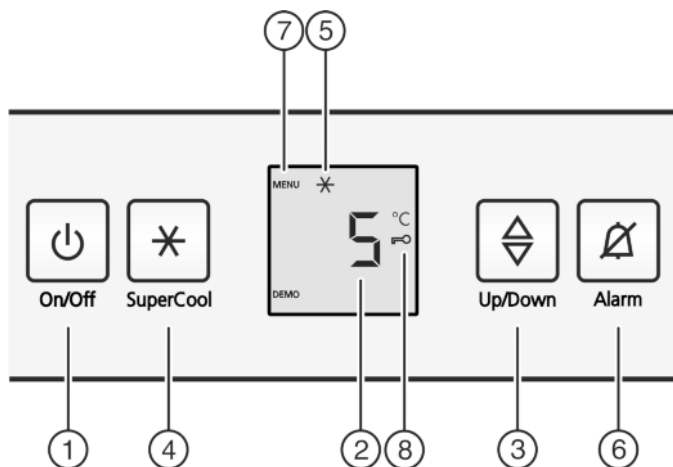

Fig. 2
- ▶ Натисніть клавішу On/Off. Fig. 2 (1).
- ▶ натисніть кнопку «SuperCool» Fig. 2 (4) і утримуйте її приблизно 5 секунд.
- ▷ На індикаторі відображається символ «Меню» Fig. 2 (7).
- ▶ Для підтвердження натисніть і відпустіть кнопку «SuperCool» Fig. 2 (4).
- ▷ На індикаторі світиться символ «Захист» Fig. 2 (8).
- ▶ Натисніть і відпустіть клавішу «On/Off». Fig. 2 (1).
- ▶ натисніть сигнальну клавішу Alarm Fig. 2 (6).
- ▶ Виклик функції регулювання температури: натисніть кнопку настройки Fig. 2 (3).
- ▶ Зміна значення температури на 1 °C: натискайте кнопку настройки Fig. 2 (3), доки на індикаторі температури не висвітиться потрібна температура.
- ▶ натисніть і швидко відпустіть клавішу SuperCool Fig. 2 (4).
- ▷ Світиться символ SuperCool Fig. 2 (5).
- ▷ Вимикається символ SuperCool Fig. 2 (5).